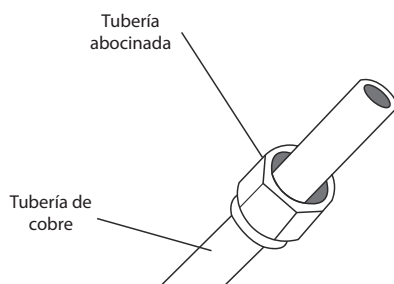

Fig. 5.3
- 3 Coloque las tuercas "Flare" en ambos extremos de la tubería. Asegúrese de que se encuentran en la dirección correcta, una vez soldada, no se podrá modificar su posición. Ver Fig. 5.3.